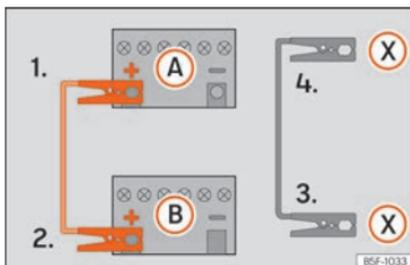

Fig. 78 Esquema de ligação para veículos com sistema Start-Stop.
- 4b. *Nos veículos com sistema Start-Stop:* ligue uma extremidade do cabo auxiliar de arranque **preto** **(X)** a um terminal de massa adequado, a uma peça de metal maciça que esteja aparafusada ao bloco do motor ou ao próprio bloco do motor » » Fig. 78.